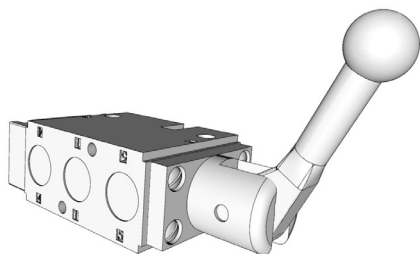

Рис. 16
- Рукоятка извлечена: барабан приводится в действие (Рис. 16).